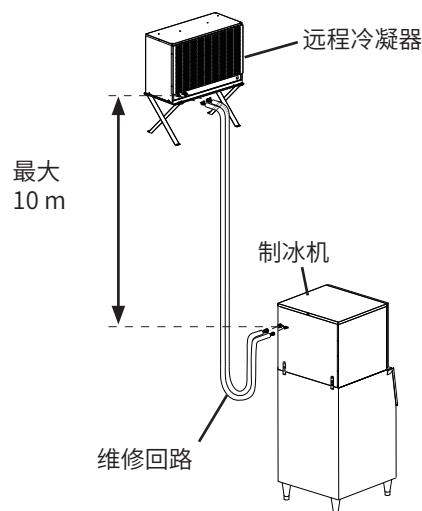

图 8
- \*远程冷凝器和制冰机之间的最大垂直距离为制冰机以上10m或制冰机以下3m。这些是从接头到接头的距离，如图8所示。